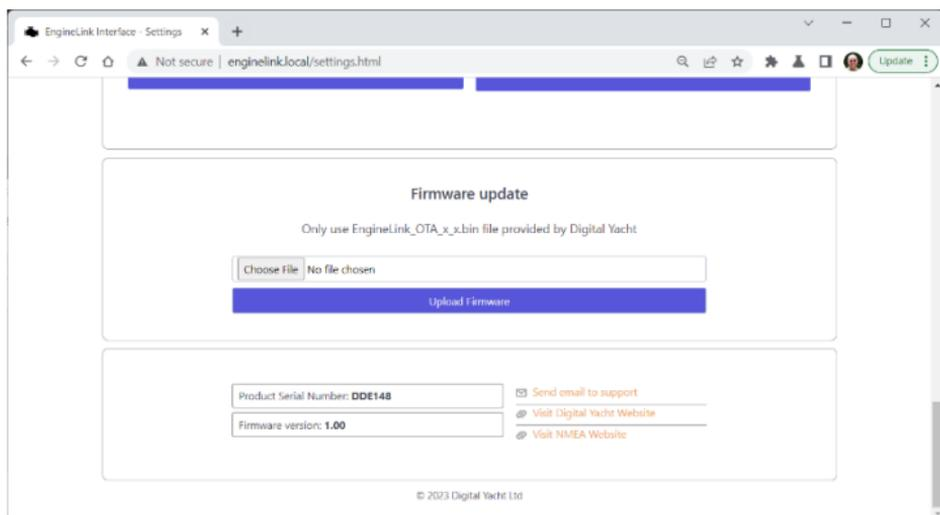

Imagen 16
- Firmware Update and About Information (Actualización de Firmware e Información Adicional) (Fig 16)
En la parte inferior de la página de Configuración (ver Fig 16), se encuentran los detalles de la versión del Firmware de EngineLink. Intentamos evitar las actualizaciones de firmware, pero a veces es necesario corregir errores o añadir nuevas características. Puede consultar aquí el número de versión para ver qué firmware está ejecutando su unidad y luego comprobar en el sitio web de soporte de Digital Yacht si hay alguna actualización.